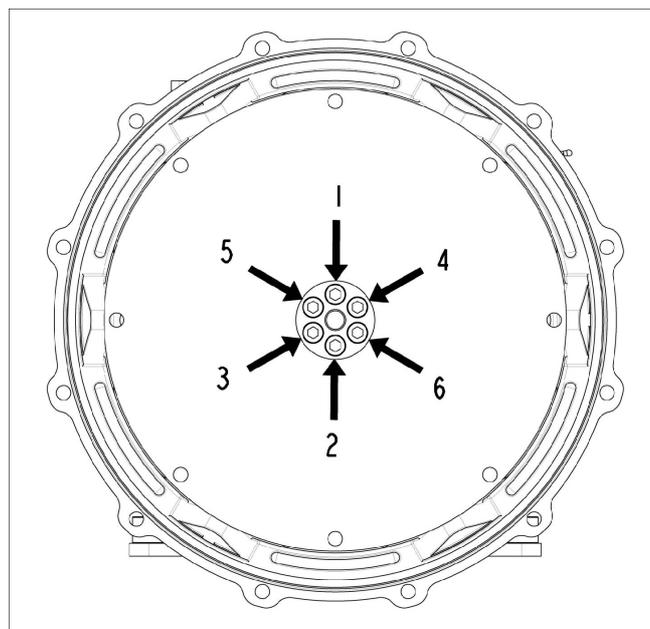

FIGURE 21. SÉQUENCE DE FIXATION AU MOYEU
4. Serrer les vis du disque d'accouplement, le cas échéant, dans l'ordre indiqué sous Figure 21 à la page 41 . Se reporter à Chapitre 9 à la page 67 pour connaître les couples de serrage.